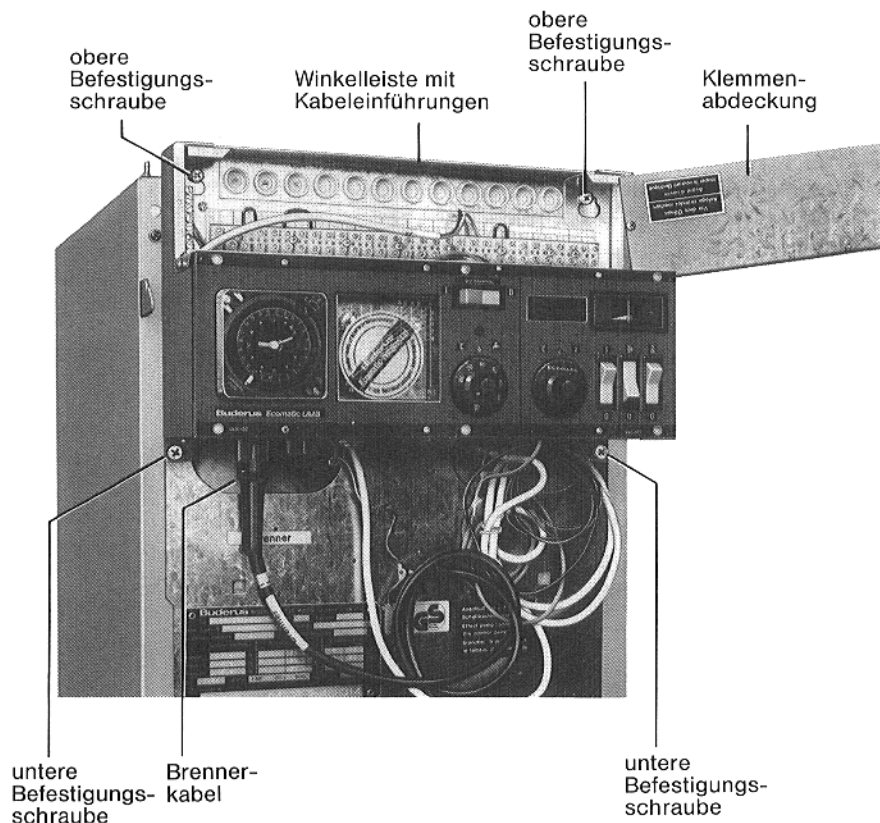

Abb. 17
- Klemmen-Abdeckblech am Schaltkasten abschrauben (Abb. 17).
- Schaltkasten einhängen (Abb. 17).
- Schaltkasten mit unteren Befestigungsschrauben an der Zwischenwand anschrauben (Abb. 17).
- Obere Befestigungsschrauben fest anschrauben (Abb. 17).
Brennerkabel nach Kennzeichnung stecken (Abb. 17).